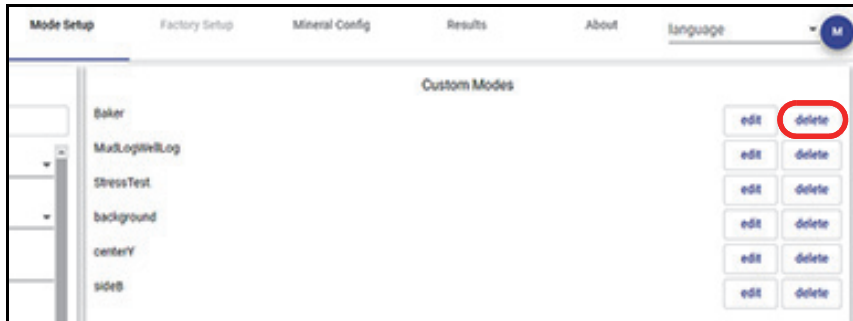

Figura 5-16 Botones Delete (Borrar)
- ◆ Pulse el botón **Delete** (Borrar) [ver Figura 5-16 en la página 89].